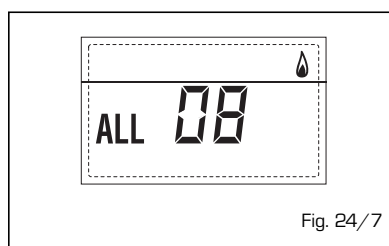

Fig. 24/7
- ANOMALIA CIRCOLAZIONE ACQUA "ALL 09" (fig. 24/8)